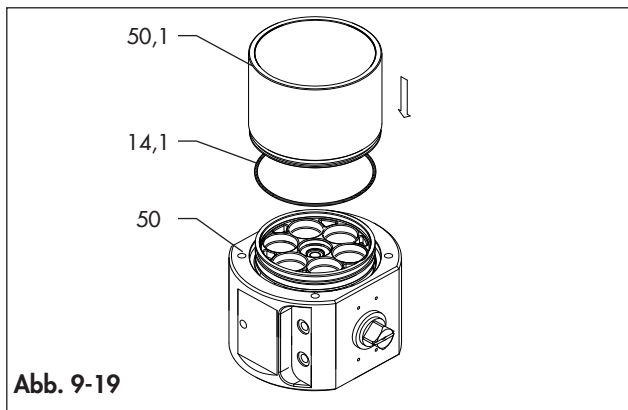

Abb. 9-19
- Bringen Sie bei den Modellen SS AT454 bis SS AT654 die Stellantriebe vorsichtig in eine vertikale Position, wie in Abb. 9-19 gezeigt:
- Beim Modell SS AT654 fetten Sie die O-Ringe (14.1) und setzen Sie sie im Gehäuse (50) ein.
- Setzen Sie die Gehäuseverlängerung (50.1) auf das Gehäuse (50) und achten Sie darauf, dass der O-Ring (14.1) nicht beschädigt wird.
- Bringen Sie den Stellantrieb in die vertikale Position gemäß Abb. 9-19.